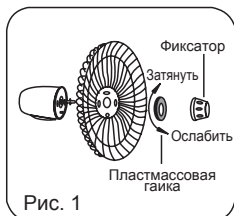

Рис. 1
1. Снимите фиксатор и пластмассовую гайку с передней стороны двигателя. Установите заднюю решетку на двигатель, а затем снова закрутите пластмассовую гайку. (Рисунок 1)